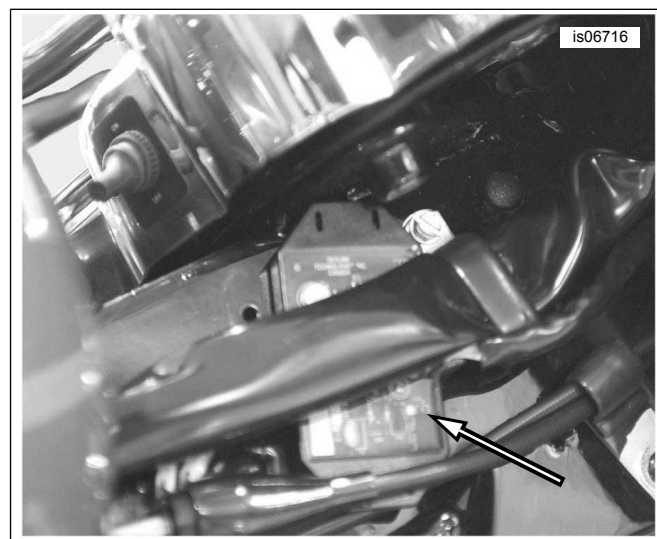

Figura 8. Montaggio del trasmettitore vicino alla canna della forcella (FLHR)
3. Vedere Figura 8. Montare il trasmettitore sul lato destro del telaio vicino alla canna della forcella. Andare alla sezione **Collegamento del cablaggio**.